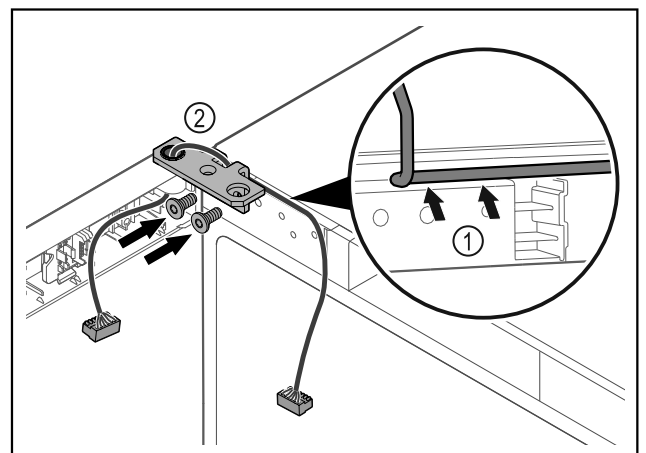

Fig. 45
- ▶ Kabel door de uitsparing van de scharnierhoek leiden en voorzichtig monteren Fig. 45 (1).
- ▶ Scharnierhoek Fig. 45 (2) vastschroeven.